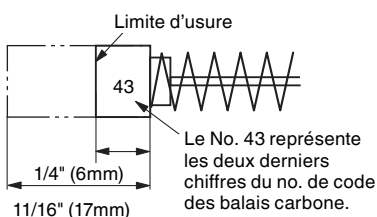
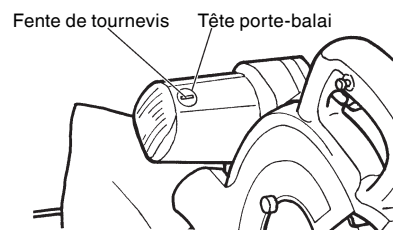

Fig. 54
Fig. 55
- (1) Desserrer l'écrou de 8mm et serrer les deux vis de 8mm hexagonales de réglage jusqu'à ce que l'outil électrique fonctionne régulièrement et sans à-coup.
- (2) Serrer l'écrou de 8mm à fond après avoir terminé ces réglages.
3. Inspecter les balais carbone (Fig. 54 et Fig. 55)
En conséquence, inspecter périodiquement les balais en carbone et les remplacer lorsqu'ils ont atteint la limite d'usure comme indiqué à la Fig. 54.
Par ailleurs, maintenir les balais carbone propres de façon qu'ils glissent régulièrement dans les porte-balai. Les balais carbone sont faciles à retirer ; pour cela, retirer les têtes porte-balai (voir Fig. 55) avec un tournevis à tête plate (signe moins).
REMARQUE: Lors du remplacement des balais carbone, utiliser uniquement des balais carbone metabo HPT dont le n° «43» représente les deux derniers chiffres du n° de code (voir Fig. 54). Si vous utilisez d'autres balais carbone, le frein électrique ne fonctionnera pas.